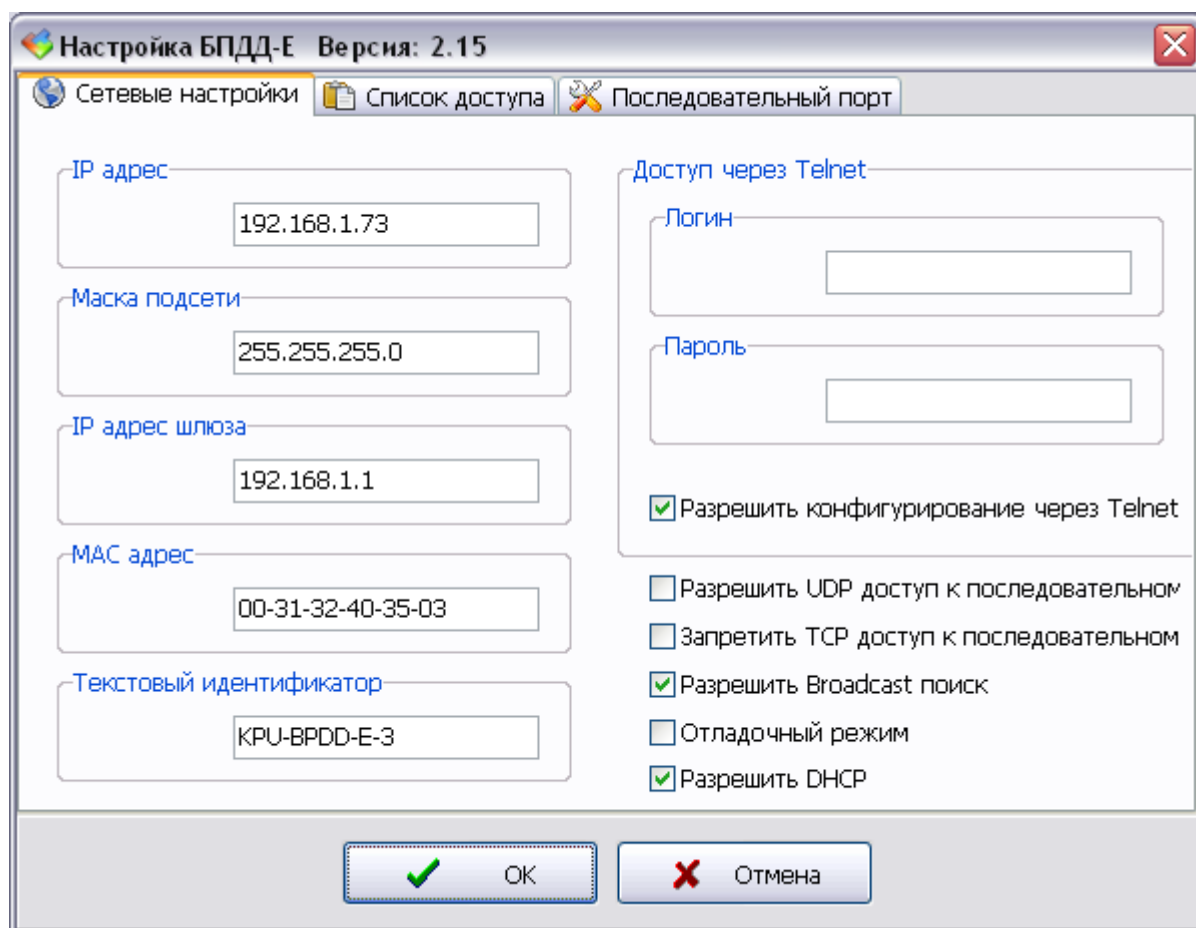

Рисунок 26 – Вкладка «Сетевые настройки»
14.6.3 Откроется окно с сетевыми параметрами (рисунок 26). После изменения параметров нажать «ОК» для записи настроек в память КПУ.